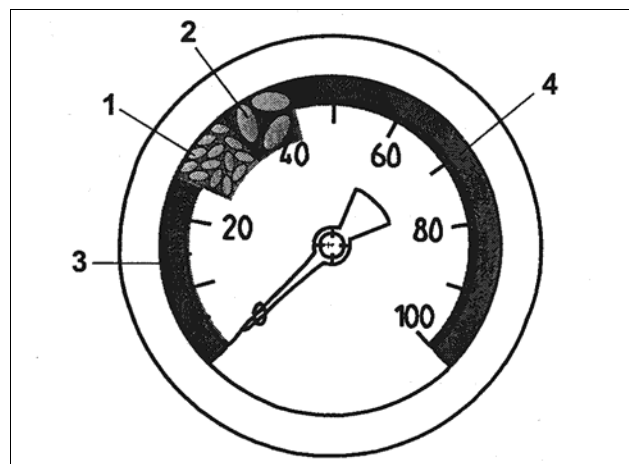

Fig. 79
- 25 og 35 mbar (Fig. 79/1) hhv.
- mellem 35 og 45 (Fig. 79/2) mbar.